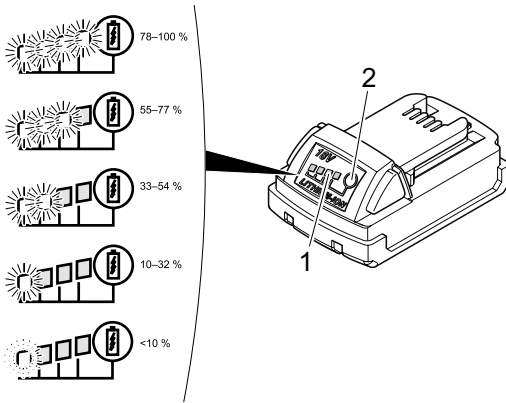

Fig. 9 : Vérification du niveau de charge de la batterie
► Appuyez sur le bouton (Fig. 9/2).
Le nombre de LED allumées (Fig. 9/1) indique l'état de charge. Une seule LED clignotante indique un niveau de charge inférieur à 10 %.